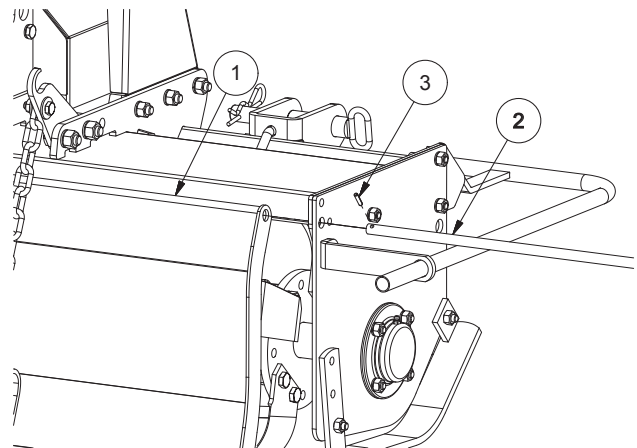

FIG. 7
- Monter le capot arrière (1, Fig. 7): le mettre entre les flancs du châssis; introduire la tige (2) au travers du capot et des deux flancs; empêcher la tige de glisser en introduisant des goupilles à ressort (3) dans les trous situés aux extrémités.